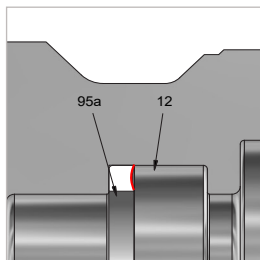

Abbildung 10
- ▶ Geben Sie Pos. 95a in den Einstich von Pos. 12 mit dem WEH® O-Ring Picker Art. Nr. 101969 (Abbildung 8 bis Abbildung 10).
Hinweis: Beachten Sie die Einbaulage (Abbildung 10).